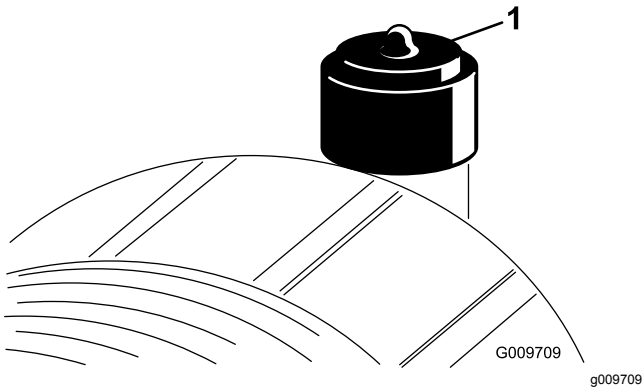

图 32
仅在维修指示灯 (图 32) 要求时才维修空气滤清器滤芯。在必须更换之前更换空气滤清器只会增加灰尘在滤清器拆下时进入发动机的几率。
8. 如果指示灯显示为红色请重设 (图 32)。